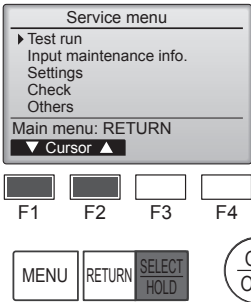

Fig. 8-1
- Selecione "Test run" (Modo prueba) desde el menú Servicio, y pulse el botón [SELECT/HOLD]. (Fig. 8-1)